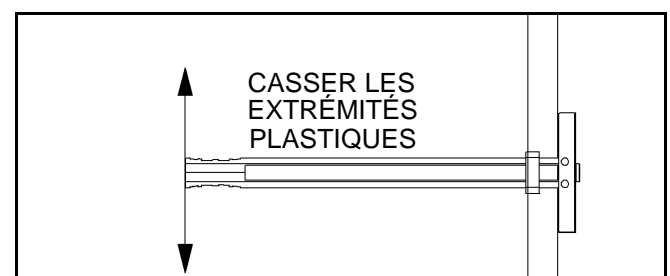

Figure 12.
6. Écartez les extrémités de la prise pour les doigts afin de briser les extrémités plastiques et l'affleurer avec la bague plastique de l'ancrage (voir la Figure 12).